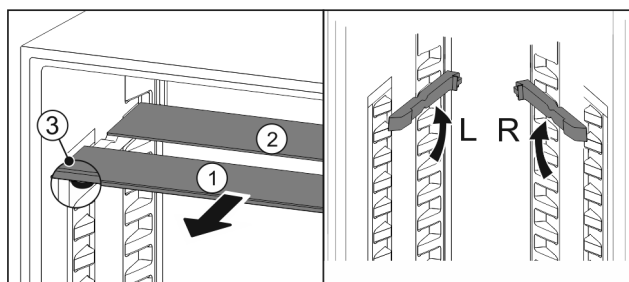

Fig. 100
- ▶ Húzza ki Fig. 100 (1) előre az üveglapokat egyesével.
- ▶ Az üveglap Fig. 100 (1) a dísléccel előre néz.
- ▶ Az ütközők Fig. 100 (3) lefelé mutatnak.